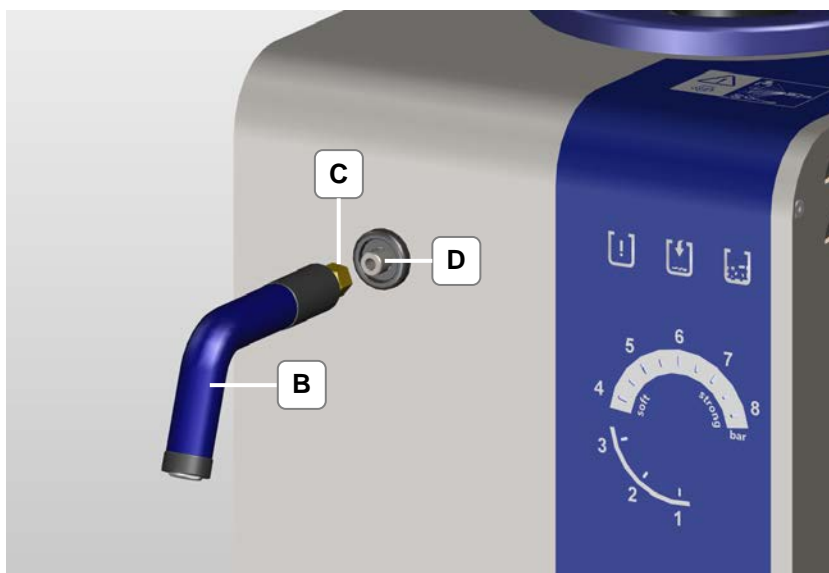

Imagen 4.2.2: Atornille la tobera fija
2. Atornille la tobera fija (B) con la tuerca (C) a mano (con los dedos) hasta el tope en la toma de alimentación (D) del aparato (imagen 4.2.2).